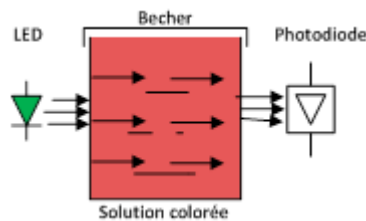

Figure 3 : Principe de mesure de colorimétrie
Une diode électroluminescente (émetteur LED) placée tout contre un bécher, qui contient une solution colorée, émet un faisceau lumineux (Figure 3). Ce faisceau illumine une photodiode (récepteur) qui se trouve de l'autre côté du bécher. Lorsque la photodiode est polarisée en inverse, le courant qui la traverse est directement proportionnel à son éclairage.
- (1) une sonde de colorimétrie à partir d'une LED (émetteur) et d'une photodiode (récepteur) (Figure 3). La mesure est effectuée à partir d'une solution concentrée à $x\%$.
- (2) une action de dilution avec de l'eau et d'agitation du mélange (solution 100%+ eau).